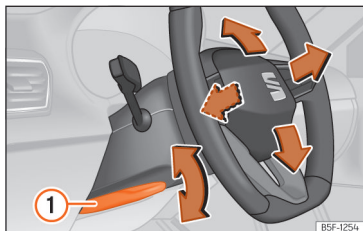

Fig. 89 Palanca a la part inferior del lateral esquerre de la columna de direcció.
• Estireu la palanca >>> **fig. 89 1** cap avall, moveu el volant fins a la posició desitjada i torneu a apujar la palanca fins al punt de tancament.
• Després d'ajustar la columna de la direcció, empenyeu fermament la palanca >>> **fig. 89 1** cap amunt perquè el volant no canviï de posició accidentalment durant la marxa.